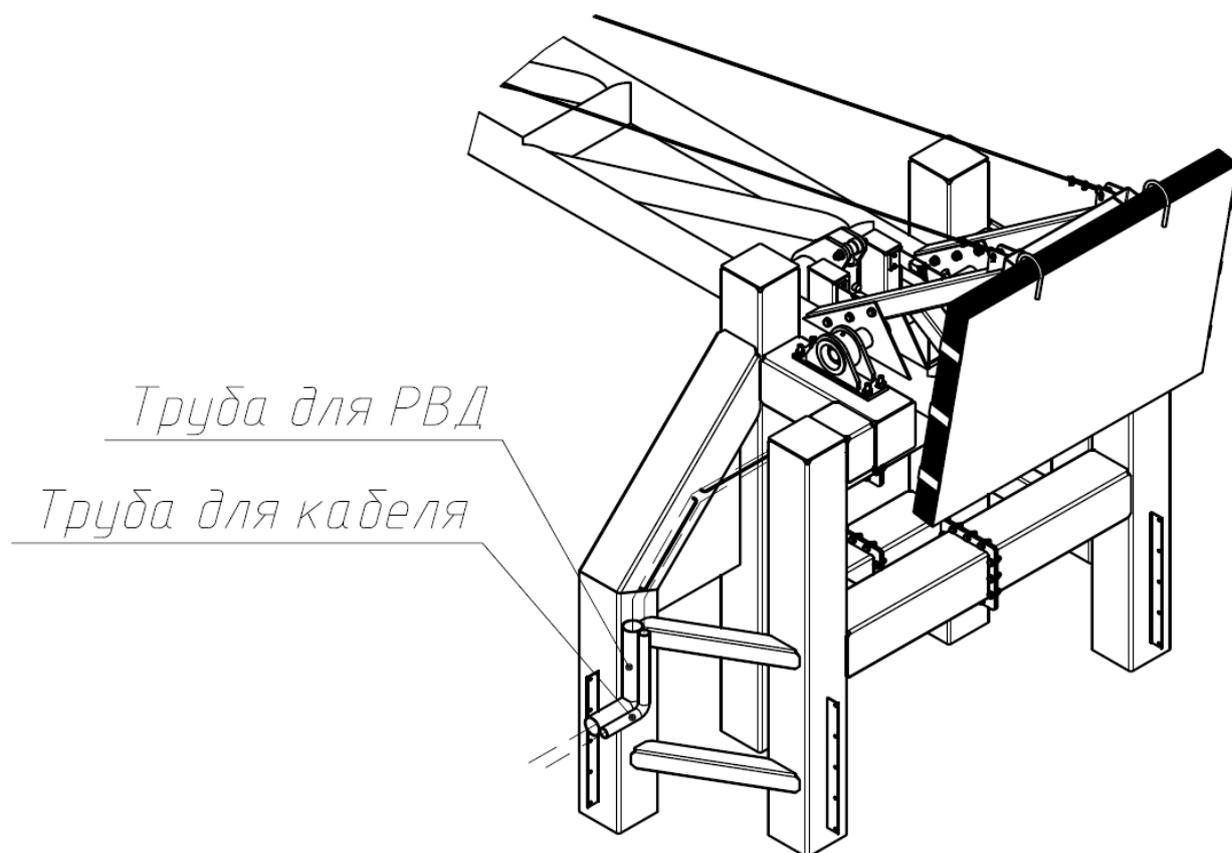

рис.12.1
2.12 Проложить электрические кабели от шлагбаума и гидростанции к шкафу управления (рис.5; рис.12.1; рис.12.2) и подключить их в соответствии с маркировкой. Электрические кабели укладывать в трубу ПНД $\varnothing 50-100$ мм (в зависимости от номенклатуры кабелей в комплектации). В местах ввода электрических кабелей в трубы обеспечить отсутствие и попадание влаги при монтаже и при дальнейшей эксплуатации. Проложить кабели вдоль направляющих и закрепить пластиковыми хомутами. Длина кабелей, укладываемых вдоль направляющих не менее 3,8м.
2.13 Проложить РВД от блокиратора к гидростанции (рис.5; рис.12.1; рис.12.2) и подключить их в соответствии со схемой гидравлической принципиальной. Для прокладки РВД на тумбе шлагбаума предусмотрены направляющие. Проложить РВД вдоль направляющих и закрепить пластиковыми хомутами. Длина РВД, укладываемых вдоль направляющих не менее 3,5м.